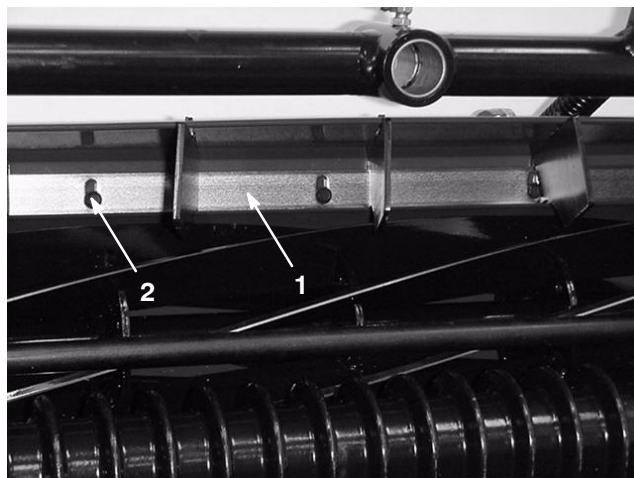

fig. 4
1. Lossa skruvarna som fäster klippstången (fig. 4). För in ett bladstål på 2 mm mellan cylinderns överdel och klippstången.